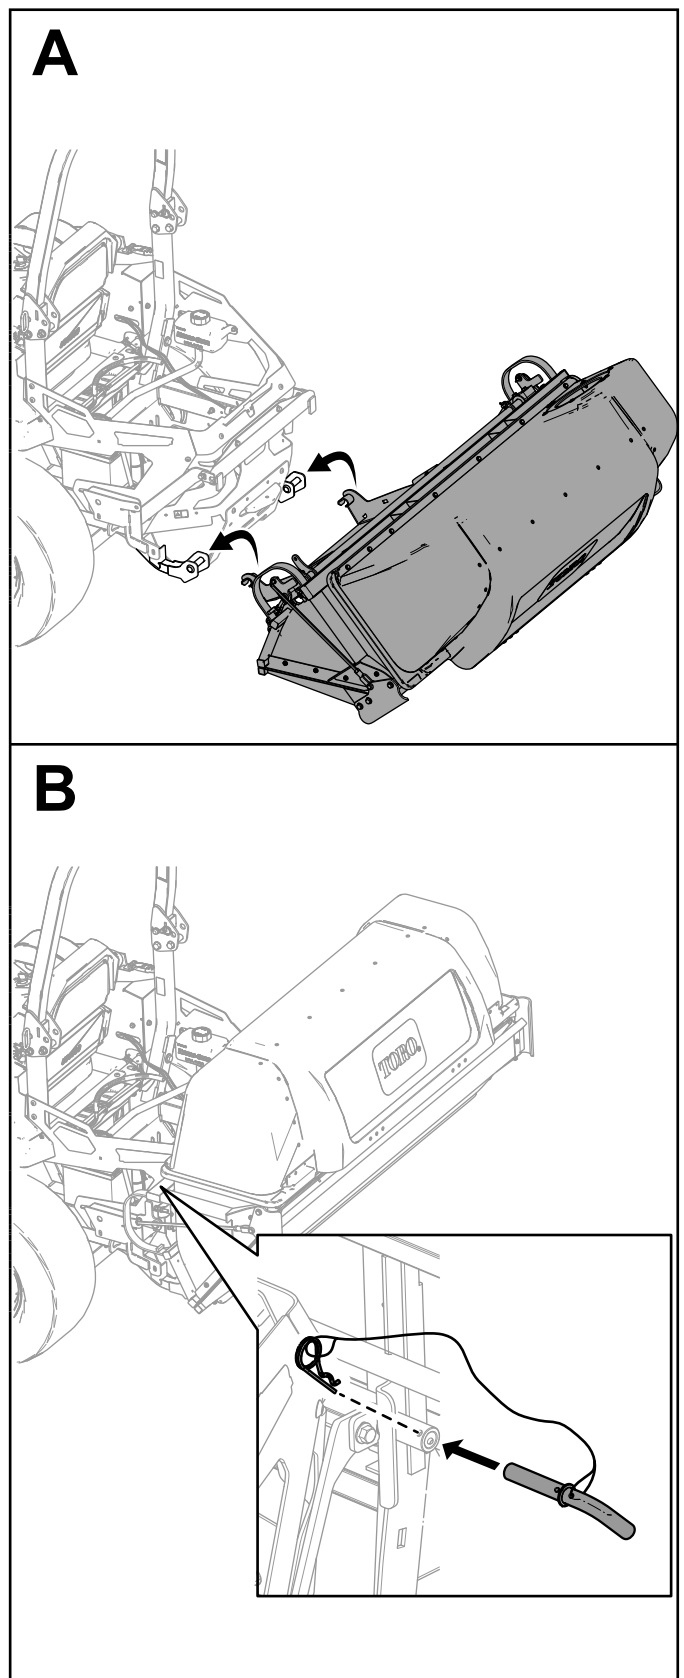

Figure 15
4. Engagez les crochets sur le support de montage inférieur (**Figure 15**).
5. Faites pivoter la trémie sur le support de fixation inférieur (**Figure 15**).
7. Insérez l'axe et fixez-le en place des deux côtés avec la goupille fendue (**Figure 15**).